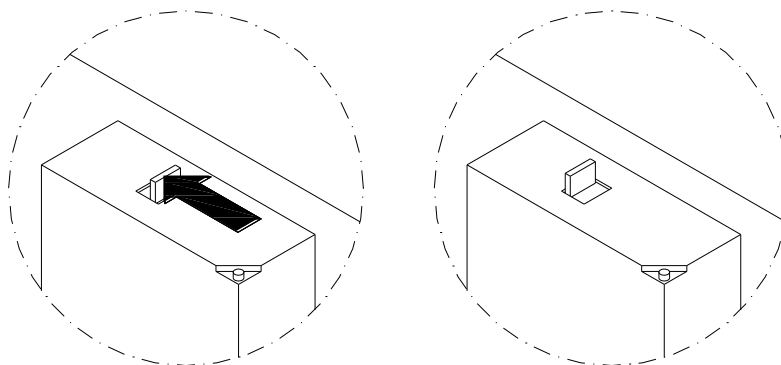

Figura 26 - Ripristino del Monitoraggio
- Ripristinare il relè del monitoraggio come mostrato in Figura 26